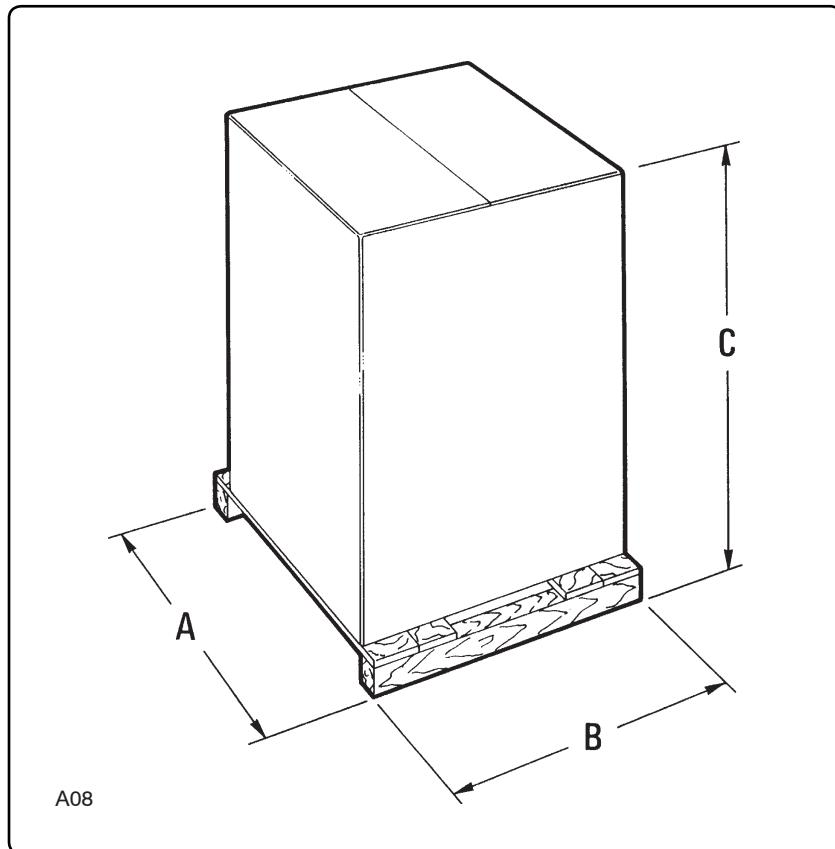

Fig. 3.3.1
In altri casi viene fissato ad un bancale e ricoperto da un cartone. Vedi fig. 3.3.1.
*In other cases, it is fixed to a pallet and covered with cardboard. See fig. 3.3.1.*
Dans d'autres cas il est fixé à une palette et recouvert d'un carton. Voir fig. 3.3.1.
*In anderen Fällen wird er auf einer Palette befestigt und in einen Karton verpackt. Vgl. Abb. 3.3.1.*
### 3.3 - Pesiedimensioni delle macchine imballate (fig. 3.3.1)
### 3.3 - Weights and dimensions of the packed machines (fig. 3.3.1)
### 3.3 - Poids et dimensions des machines emballées (fig. 3.3.1)
### 3.3 - Gewichte und Abmessungen der verpackten Maschinen (Abb. 3.3.1)